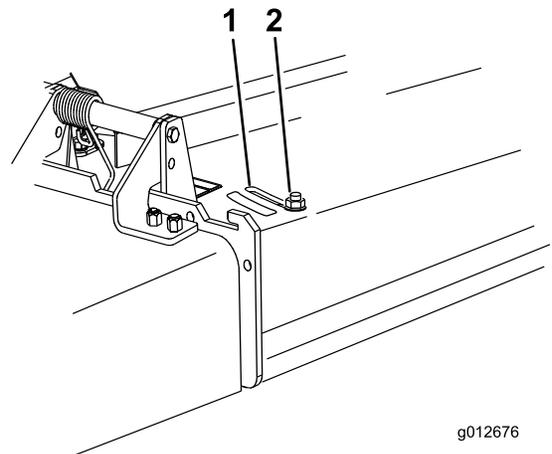

図 29
3. バッフルを調整する場合には、ナットをゆるめる 図 29。